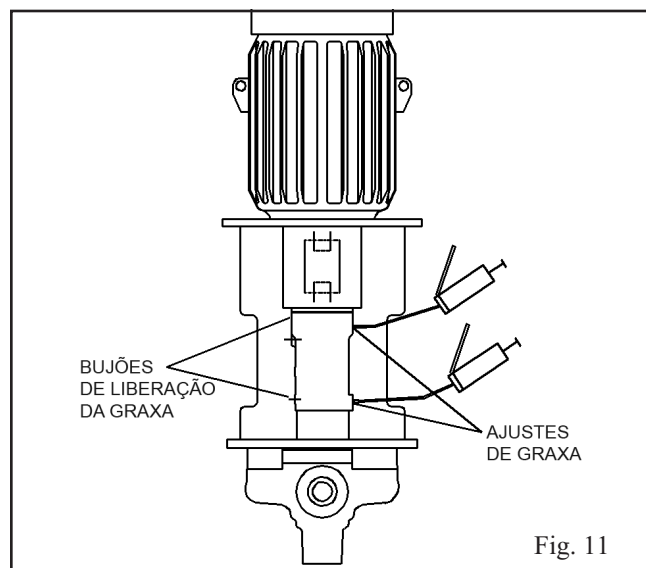

Fig. 11
- Limpe a sujidade dos ajustes de graxa (Fig. 11).